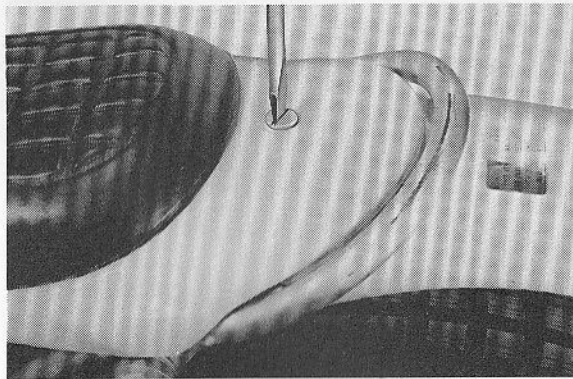

Fig. 3-1-4
1. Remove the seat. (Fig. 3-1-4)
1. Enlever le siège. (Fig. 3-1-4)